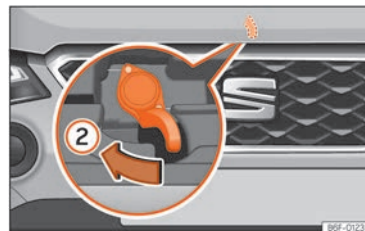

Fig. 178 Palanca bajo el capó.
- Para levantar el capó haga presión hacia la izquierda con la palma de la mano hacia abajo en la palanca situada debajo del capó, en el centro » » » **fig. 178 ②**. Los ganchos de sujeción quedan desbloqueados.